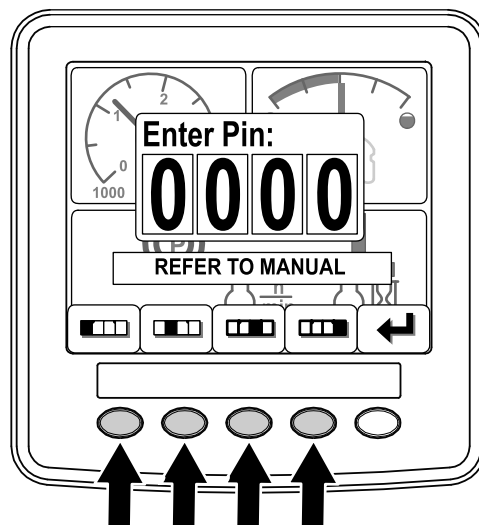

Figura 9
3. Premete i pulsanti da 1 a 4 per immettere il vostro codice PIN (Figura 9).